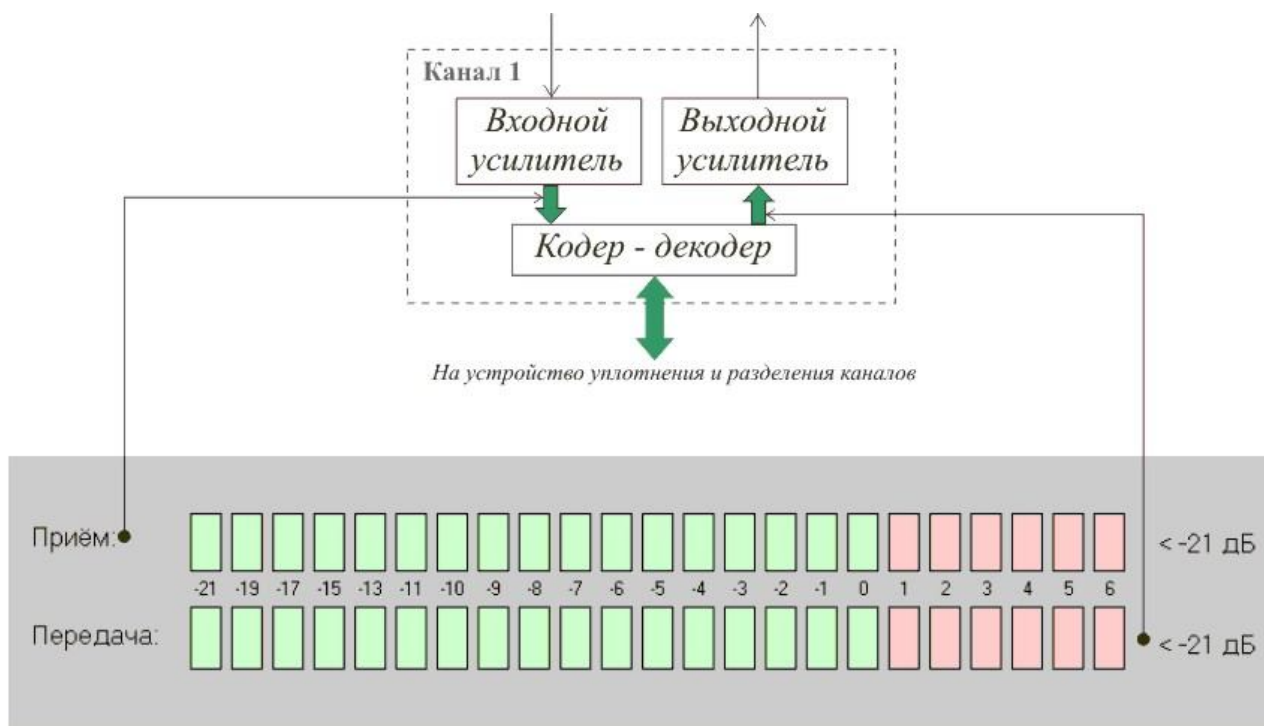

Рисунок 9 - Индикация внутренних уровней канала ТЧ
- Линейка «**Прием**» - служит для индикации *внутреннего* уровня входного сигнала (см. Рисунок 9). Диапазон индикации от минус 21 дБ до плюс 6 дБ.
- Линейка «**Передача**» - служит для индикации *внутреннего* уровня выходного сигнала (см. Рисунок 9). Диапазон индикации от минус 21 дБ до плюс 6 дБ.